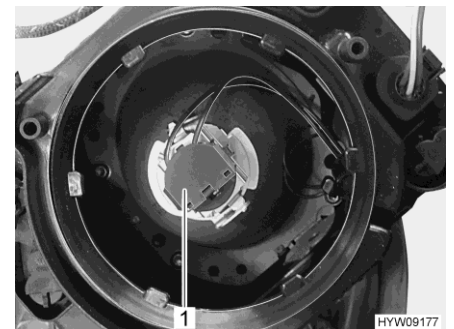

Bild 228 Glühlampe (Abblendlicht/Fernlicht)
- Fassung (Bild 228,1) mit der Lampe entgegen dem Uhrzeigersinn drehen und aus Lampengehäuse nehmen.
- Fassung (Bild 228,1) mit Glühlampe in das Lampengehäuse einsetzen und im Uhrzeigersinn festdrehen. Die Fassung rastet hörbar ein.